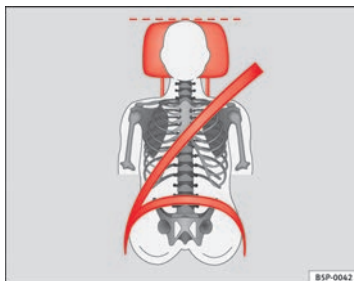
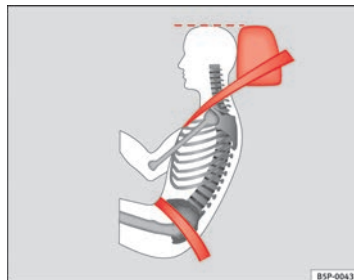

Abb. 91 Von vorne betrachtet: richtig eingestellte Kopfstütze und korrekter Gurtverlauf
Abb. 92 Von der Seite betrachtet: richtig eingestellte Kopfstütze und korrekter Gurtbandverlauf
- Die Kopfstützen so einstellen, dass sich die Oberkante der Kopfstütze möglichst auf einer Linie mit dem oberen Teil Ihres Kopfes, aber mindestens auf Augenhöhe befindet ⇒ Abb. 91 und ⇒ Abb. 92.